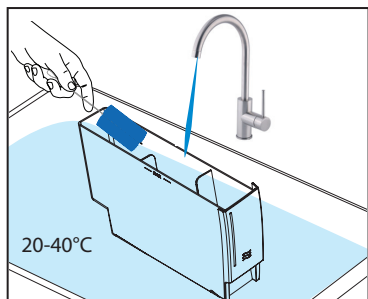

Рис. 2
2. Вмойте емкость для воды чистой водой (20-40 °C). При необходимости можно использовать моющее средство для пищевого оборудования. (См. рис. 2)